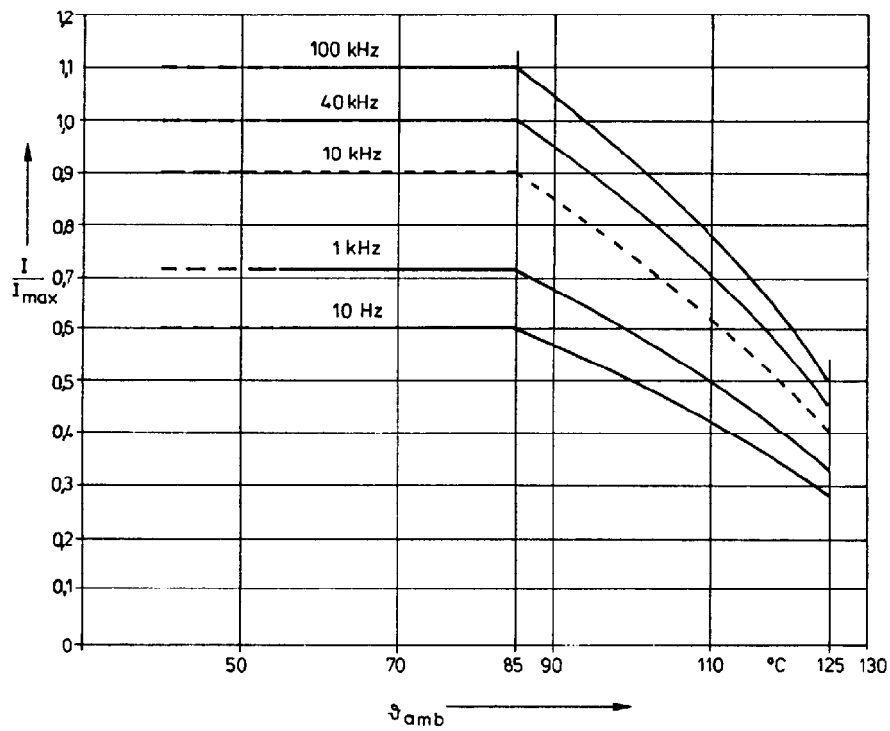

Bild 1. Stromminderungskurve, gültig für $U \leq \frac{2}{3} U_R$
Die zulässigen Größtwerte des effektiven überlagerten Wechselstromes werden in der folgenden Tabelle angegeben. Diese Werte gelten bei einer Frequenz von 40 kHz und einer Temperatur von 85 °C. Umrechnungsfaktoren für andere Frequenzen und Temperaturen sind in Bild 1 angegeben.
1) hierbei wird die obere Kategorietemperatur erreicht (siehe Bild 1)